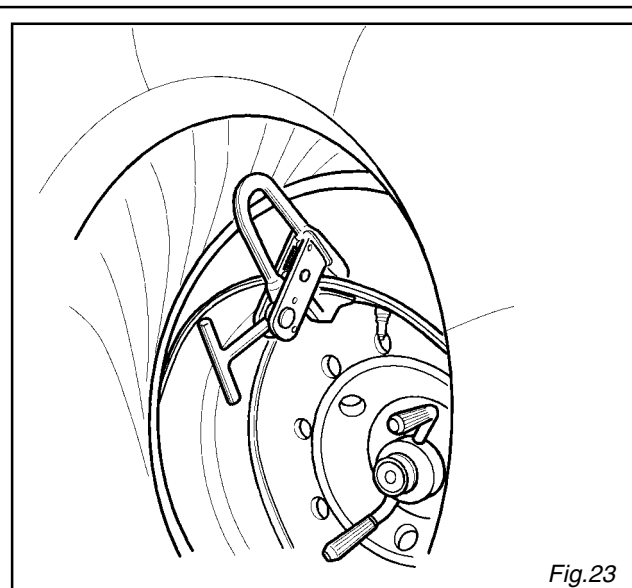

Fig.23
- 5) Sollevare il cerchio con il pneumatico agganciato e ruotarlo in senso antiorario di 15-20 cm. Il pneumatico si posizionerà in modo obliquo rispetto al cerchio. (Fig. 23)
- 6) Abbassare il braccio porta utensili (17) in posizione di lavoro, fino a che si sarà agganciato con l'apposito cricchetto.
- 5) Lift the rim with the tyre fixed on it and turn it counterclockwise of 15-20 cm. The tyre will position itself obliquely relating to the rim (fig. 23)
- 6) Lower the tool-holder (17) in its working position until it will get hooked by the proper jack.
- 8) Position the roller at a distance of 4-5 mm. from the rim and press on second tyre bead in order to fit the pliers (fig.23)
- 5) Soulever la jante avec le pneu accroché et le tourner en sens antihoraire de 15-20 cm. Le pneu se positionnera obliquement par rapport à la jante. (fig.23)
- 6) Baisser le bras porte-outils (19) en position de travail, jusqu'à ce qu'il se sera accroché au petit cric approprié.
- 8) Positionner le rouleau à 4-5 mm. de distance de la jante et presser le deuxième talon du pneu pour introduire la pince (fig. 23)
- 5) Die Felge mit festgemachtem Reifen heben und links 15-20 cm. drehen lassen. Der Reifen wird sich in bezug auf die Felge schräg stellen (Abb. 23)
- 6) Werkzeugtragarm (19) in Arbeitsstellung herunterlassen, bis wann er mit der bezüglichen Sperrklinke festklemmt.
- 8) Rollenwerkzeug 4-5 mm. fern von Felge stellen und auf den zweiten Reifenwulst drücken, um die Zange einzufügen (Abb.23)